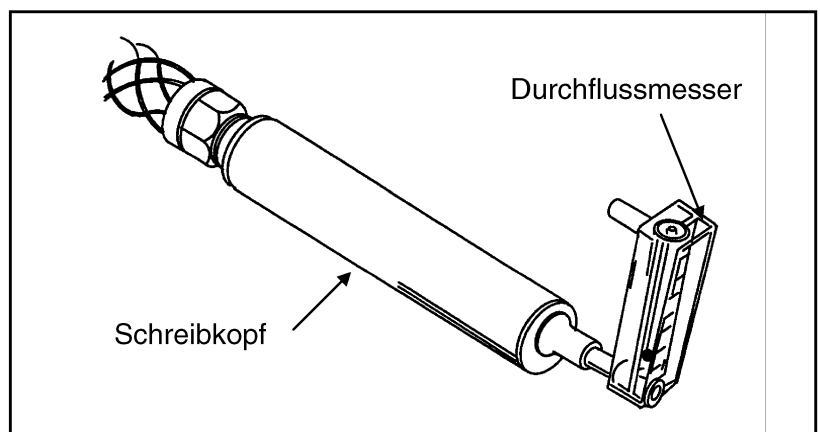

Abbildung 8-17. Am Schreibkopf befestigter Durchflussmesser
1. Befestigen Sie den Durchflussmesser am Schreibkopf. (Siehe Abbildung 8-17).